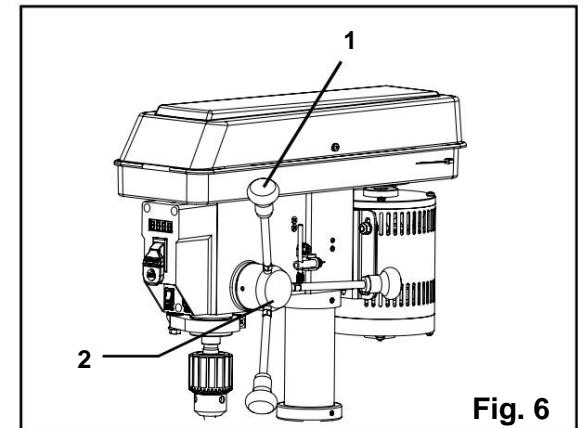

Fig. 6
MATNINGSHANDTAG (FIG. 6)
1. Sätt in de tre matarhandtagen (fig. 6 - 1) i de gängade öppningarna på matningsnavet (fig. 6 - 2).